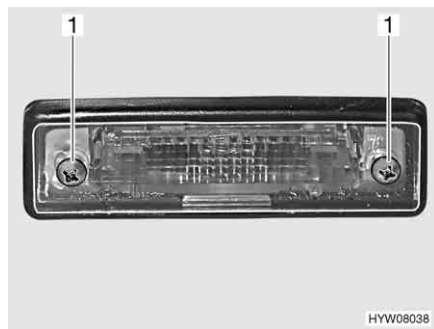

Fig. 195 Luci posteriori (luce targa)
- Svitare due viti degli involucri (Fig. 195,1).